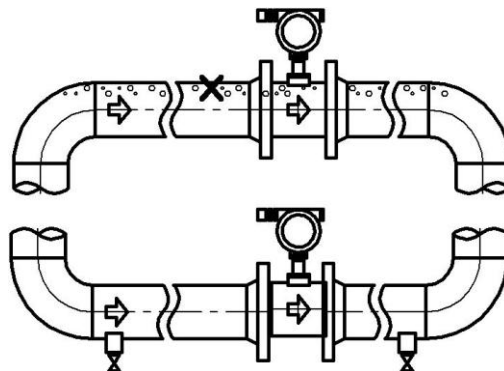

Рисунок 5. Установка датчика на трубопроводе
2.3.1 Датчик следует располагать таким образом, чтобы исключить скопление газовых включений в полости датчика (рисунок 5). При этом направление стрелки на корпусе датчика должно совпадать с направлением потока измеряемой среды